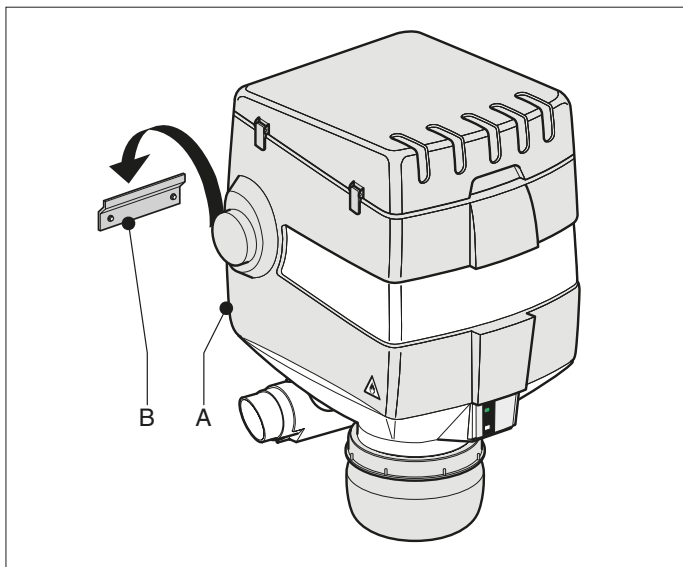

Fig. 4.3
- Placez l'ensemble du Statiflex 400-MS (Fig. 4.3 A) sur la console murale (Fig. 4.3 B).